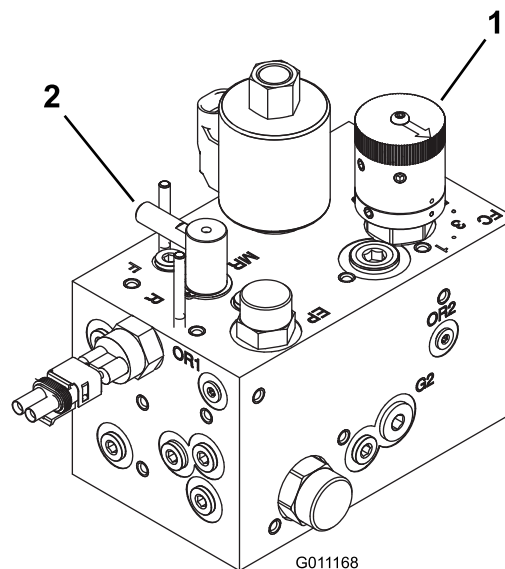

Bild 78
3. Drehen Sie das Läppen-Handrad auf Läppen (R). Drehen Sie dann das Handrad zur Spindeldrehzahl auf Position 1 (Bild 78).